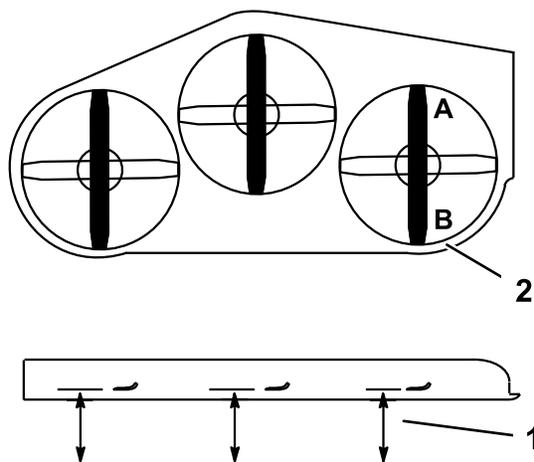

Figure 72
- Tournez la lame **droite** dans le sens longitudinal (Figure 72).
- Mesurez la distance au point **A** entre la surface plane et le tranchant de la pointe de la lame droite (Figure 72).
- Mesurez la distance au point **B** entre la surface plane et le tranchant de la pointe de la lame droite (Figure 72).
- La lame doit être plus basse de 6 à 10 mm (1/4 à 3/8") au point **A** qu'au point **B** (Figure 72). Si ce n'est pas le cas, passez aux étapes suivantes.